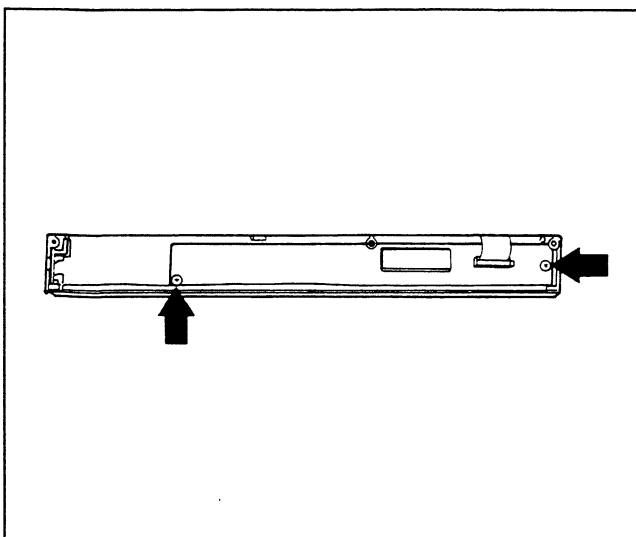

Abb. 13
- (C) Lösen Sie die 2 Schrauben, mit denen die digitale-Programm-Schaltung befestigt ist und nehmen Sie die Leiterplatte heraus, indem Sie die beiden Plastik-Halteklammern zurück drücken. (**Abb. 13**)